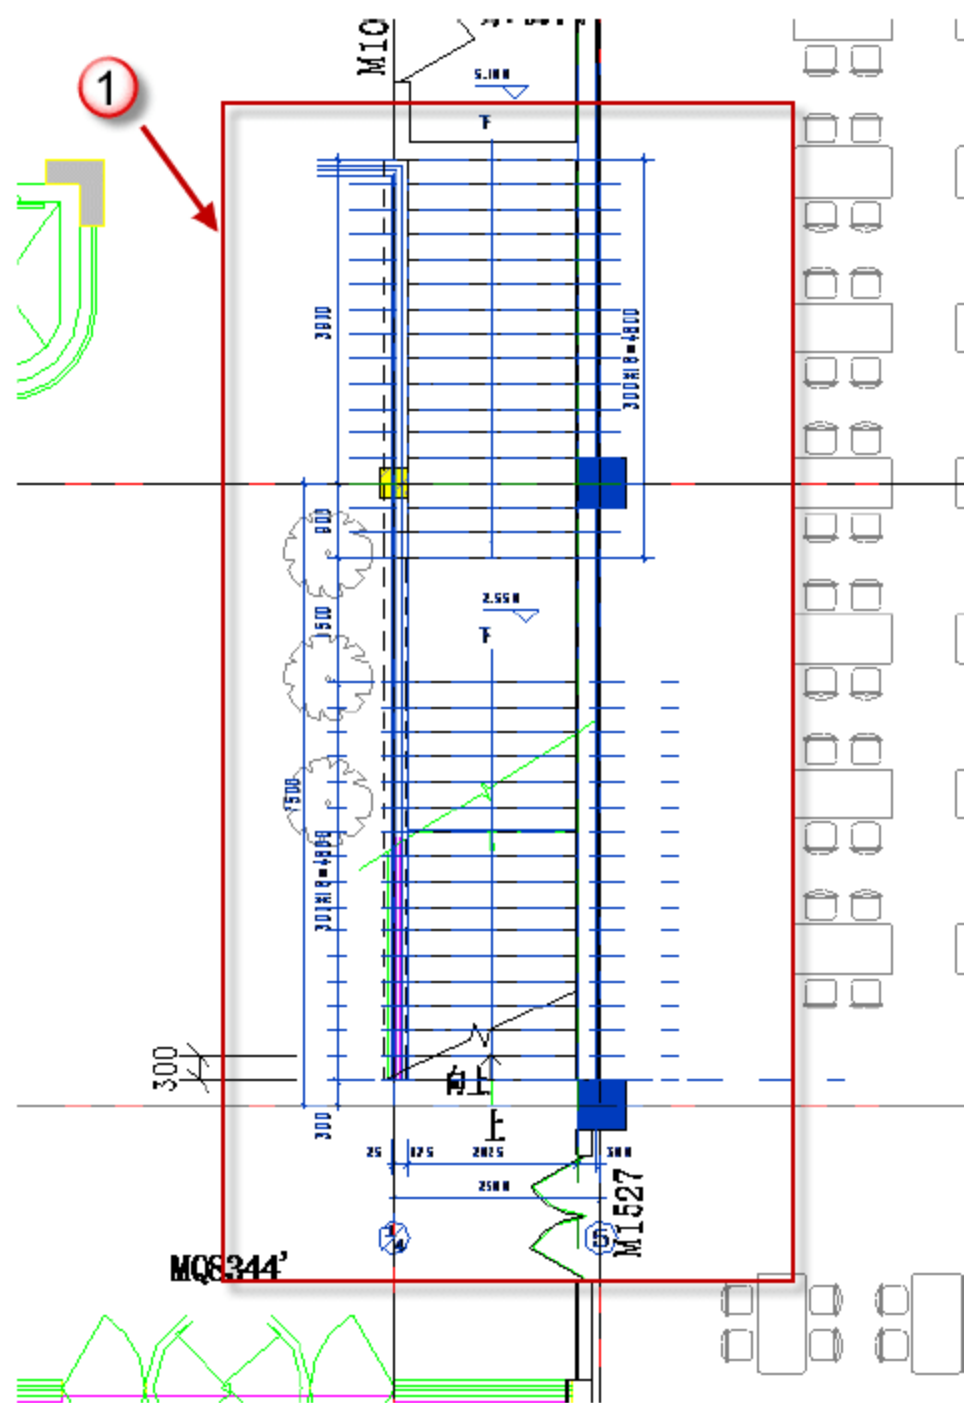

图 10.5.37 选择多余的图元
(11) 删除 CAD 图。选择多余的图元，如图 10.5.37 所示，按快捷键 D+E，删除“室外台阶 2.dwg”文件和多余的参照平面，完成后的效果图如 10.5.38 所示，这样就完成了“室外台阶 2”的绘制。